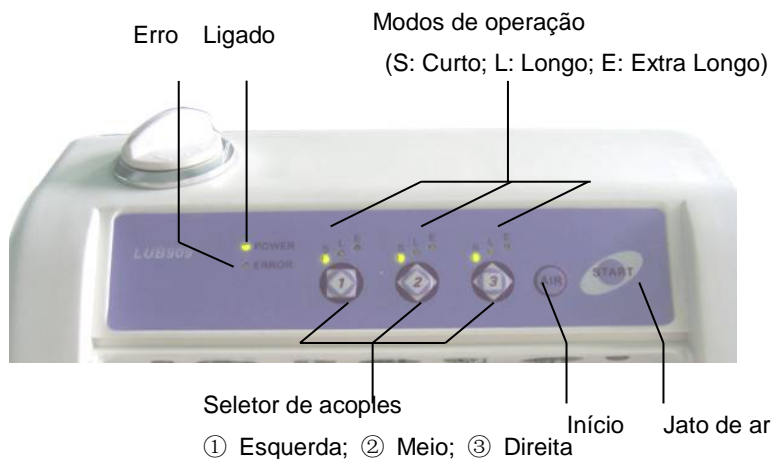

Figura 8
1) Conectar o cabo de alimentação elétrica no soquete e o LED Ligado irá acender. (Figura 8).